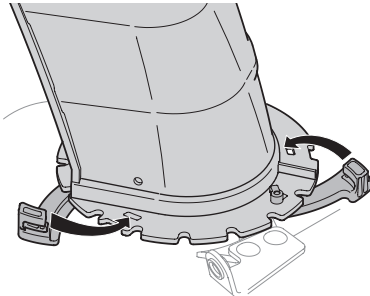

Figure 2-10
8. Fermez les attaches de la goulotte et faites-les enclencher pour bien fixer la goulotte à la base. Voir Figure 2-10.